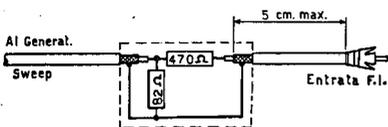

Fig. 3.4.2
- 5) Connettere l'uscita dello sweep al punto N. 5 (fig. 3.5.2, pag. 21) del Gruppo VHF attraverso l'adattatore di fig. 3.4.2.